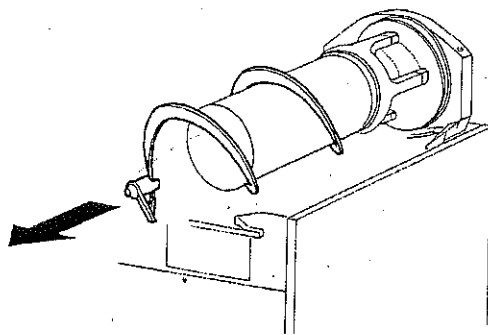
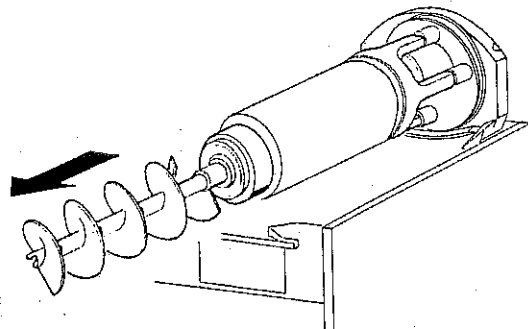

Fig. 9
Fig. 10
4. Træk den udvendige spiral af (se fig. 9) og derefter den indvendige snegl (se fig. 10).